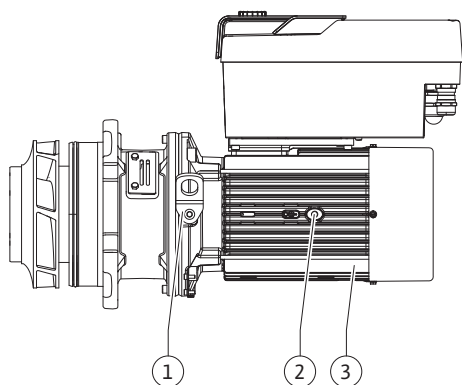

Fig. 108: Juego de introducción
13. Inserte el juego de introducción (véase la Fig. 108) en la carcasa de la bomba en la posición anterior o en otra posición deseada en ángulo. Al hacerlo, tenga en cuenta las posiciones de instalación admisibles de los componentes (véase el capítulo «Posiciones de instalación admisibles y modificación de la disposición de los componentes antes de la instalación» [► 23]).